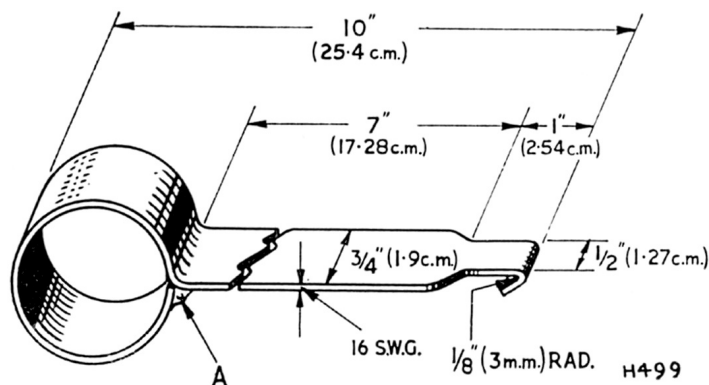

Fig. 75. Outil de montage du joint de vitre
Un outil facile à fabriquer (Fig. 75) est nécessaire pour replacer le joint de vitre par l'intérieur de la portière comme suit :
- (a) Le joint intérieur (85) peut être remplacé avec la vitre en position basse normale.
- (b) Pour remplacer le joint extérieur (84), retirer le renfort (54) du panneau intérieur et abaisser la vitre le plus loin possible. Le renfort est fixé par deux vis cruciformes situées en-dessous du support à la base de la portière.
- (c) En maintenant le joint en place, positionner une attache par-dessus le bord du panneau de portière et le joint. En utilisant l'outil décrit Fig. 75, tirer fermement l'attache et recommencer l'opération avec les autres attaches. L'outil spécial peut être utilisé pour changer n'importe quelle attache devant être remplacée.